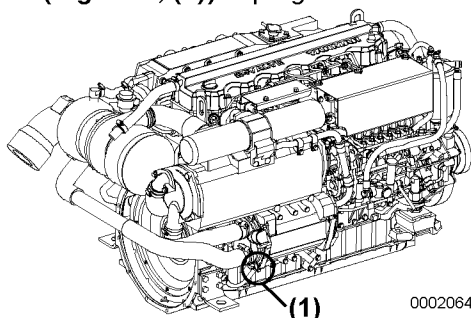
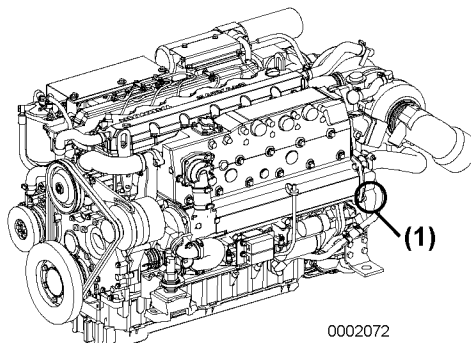

Figure 1
Figure 2
1. Ouvrez les robinets de vidange d'eau de mer (**Figure 1, (1)**), (**Figure 2, (1)**) et purgez l'eau de mer.